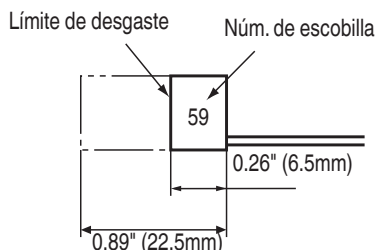

Fig. 6
4. Inspección de la escobillas (Fig. 6)
Utilice las escobillas HITACHI Núm. 59 indicadas en la Fig. 6.